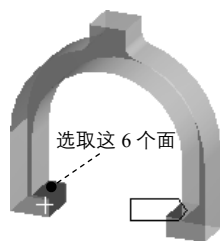

图 7.6.18 定义目标面
(2) 定义目标面。单击以激活 **Target** 后的文本框, 选取图 7.6.18 所示的模型表面为目标面 (6 个面), 单击 **Apply** 按钮。